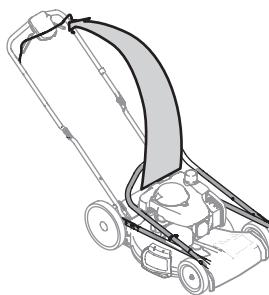

Figure 7
3. Assurez-vous que la tondeuse est stable, relevez le guidon et déployez la partie supérieure. Voir Figure 7. La partie inférieure doit être bien fixée dans les supports. Veillez à ne pas pincer le câble de commande de la lame ou le câble d'entraînement lorsque vous relevez le guidon.